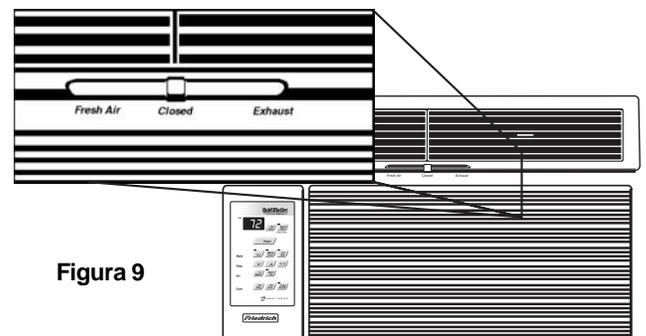

Figura 9
- 3 **FAN ONLY** - Pulse el botón *Fan Only* si sólo quiere que funcione el ventilador. Puede utilizar esta función en combinación con FRESH AIR / EXHAUST para que entre aire de fuera o para sacar el aire estancado de la habitación. (Para más información consulte la figura 9 de la página 25).
Puede utilizar **Fan Only** con EXHAUST para que entre AIRE FRESCO de fuera o para sacar el aire estancado de la habitación. Esto es muy útil en primavera y en otoño cuando no es necesario enfriar la habitación. Los mandos FRESH AIR y EXHAUST están en la parte superior por donde sale el aire. La posición central es normal o cerrada, que hace recircule el aire para lograr el máximo rendimiento en el modo aire frío (véase la figura 9).
Los mandos **Fresh Airy Exhaust** están en la parte superior por donde sale el aire (véase la figura 9 de la página 25). La posición central es normal o cerrada, que hace recircule el aire para lograr el máximo rendimiento en el modo de aire frío.
La unidad de aire acondicionado puede hacer que entre aire fresco en la habitación o sacar el aire estancado de la habitación. El interruptor de control está en la parte superior de la unidad (véase la figura 9).